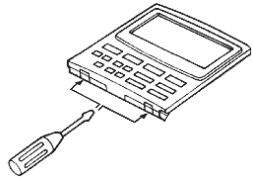

Fig. 3-116
- (1) Enlever le cache de la télécommande câblée en option. (Fig. 3-116)